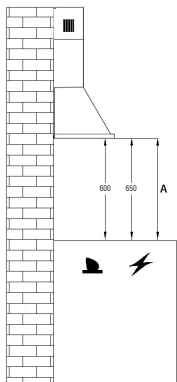
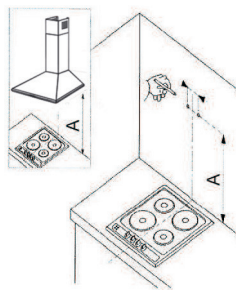

Рис. 4
Рис. 6
Если Вы используете газовую плиту или газовую поверхность, расстояние «А» между нижней частью вытяжки и поверхность для приготовления пищи рекомендовано не менее 65 см, если электрическая не менее 60 см (Рис.4). Во время монтажных работ следует соблюдать действующее положение по отводу воздуха. Когда вытяжка используется одновременно с устройствами сжигания газа или другого топлива, в помещении должна быть надлежащая вентиляция.
- Приложите корпус вытяжки к стене (рис. 6), сохраняя минимальное 65 см для газовых и 60 см для электрических плит между нижним краем вытяжки и поверхностью для приготовления пищи (рис. 4).